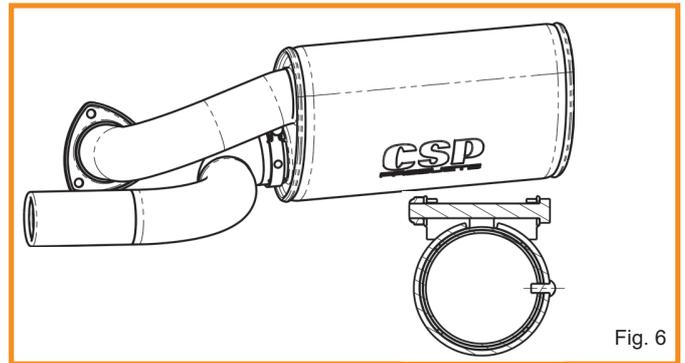

Fig. 6
- The tail pipe should now be locked in place. Reinstall the mounting bolt (it is may be required to use pliers to push the band clamp together). Now fully tighten the band clamp not exceeding (20 Nm). (see Fig. 6)
- Die Schelle sitzt, wenn sich das Endrohr nicht mehr verdrehen lässt. Montieren sie die Verschraubung (es kann nötig sein die Schelle mit Hilfe einer Zange wieder in die ursprüngliche Form zu biegen) und ziehen diese fest (20 Nm). (siehe Fig. 6)